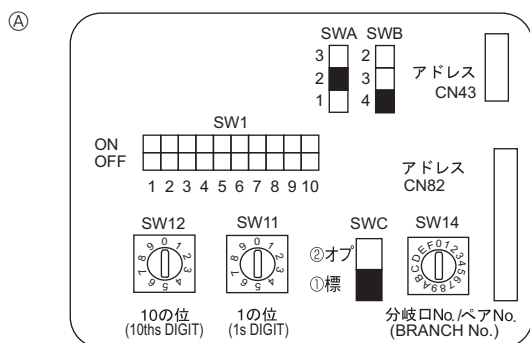

Fig. 4-4
4.6. Установка переключателей при высоком потолке или при именовании числа выходов воздуха (Fig. 4-4)
- ③ Беспроводной пульт дистанционного управления (при установке беспроводного ресивера сигналов)
4.5. Установка адресов (Fig. 4-4)
④ 4 направления	2,7 м	3,2 м	4,5 м
③ 3 направления	3,0 м	3,6 м	4,5 м
② 2 направления	3,3 м	4,0 м	4,5 м
4.7. Определение температуры в помещении встроенным датчиком пульта дистанционного управления (Fig. 4-4)